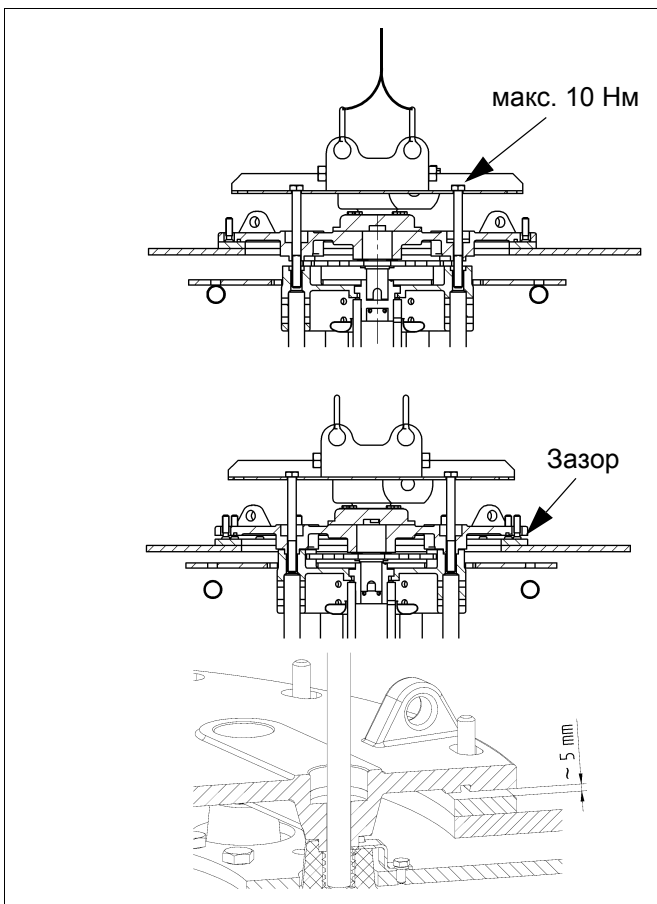

рис. 115 Подъем устройства ПБВ
18) С помощью подъемной траверсы поднимите устройство ПБВ таким образом, чтобы между головкой устройства ПБВ и монтажным фланцем остался зазор ок. 5 мм (рис. 115).